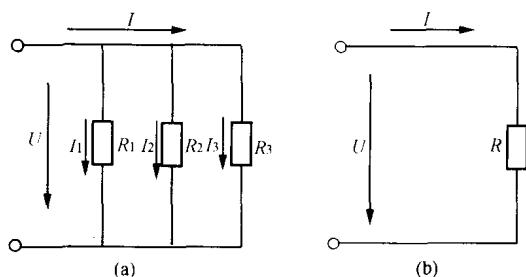

图 1-2 电阻并联电路
(8) 并联电路。有两个以上的负载，首端与首端相连，末端与末端相连的连接方式称为并联电路，如图 1-2 所示。并联电路有以下特点：